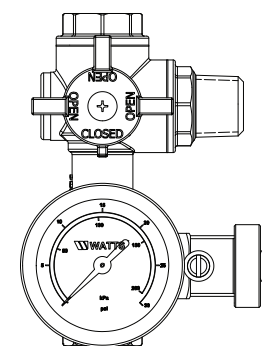

Fig. 4
1. Enfoncer le robinet du RBFF et le tourner à 90° dans le sens anti-horaire ; relâcher et verrouiller en position « orifice-réservoir de dilatation fermé » (cf. Figure 4).